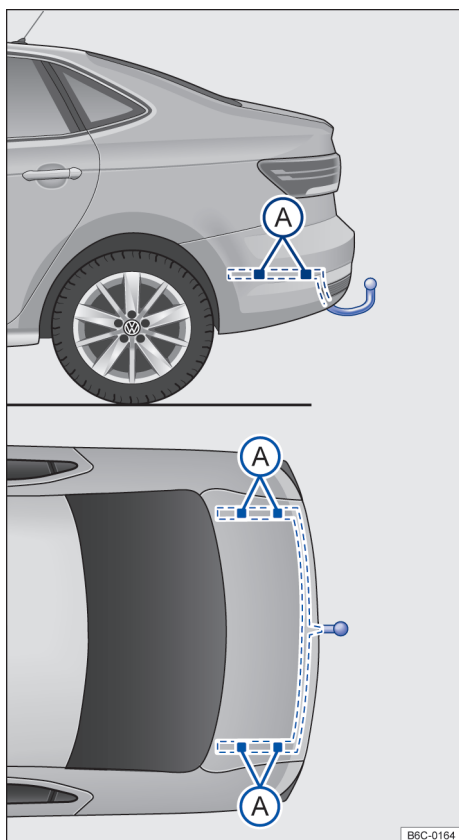

Fig. 119 Pontos de fixação para instalar um dispositivo de reboque posteriormente.
A figura → Fig. 119 ilustra, como exemplo, o ponto de fixação para instalar um dispositivo de reboque do modelo Virtus.
A montagem posterior de um dispositivo de reboque deverá ser efetuada de acordo com as instruções do respectivo fabricante do engate, sempre respeitando os pontos de fixação indicados na → Fig. 119 (A).